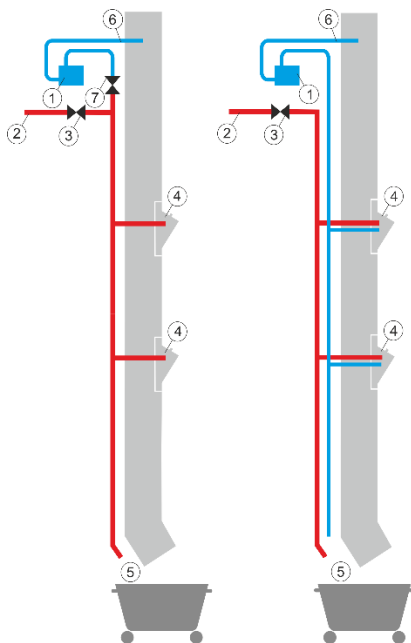

Рисунок 1 – Устройство системы пожаротушения мусоропровода. Вариант 1 (слева) и вариант 2 (справа).
2.1 В зависимости от устройства системы (рис. 1) в комплект поставки входят: